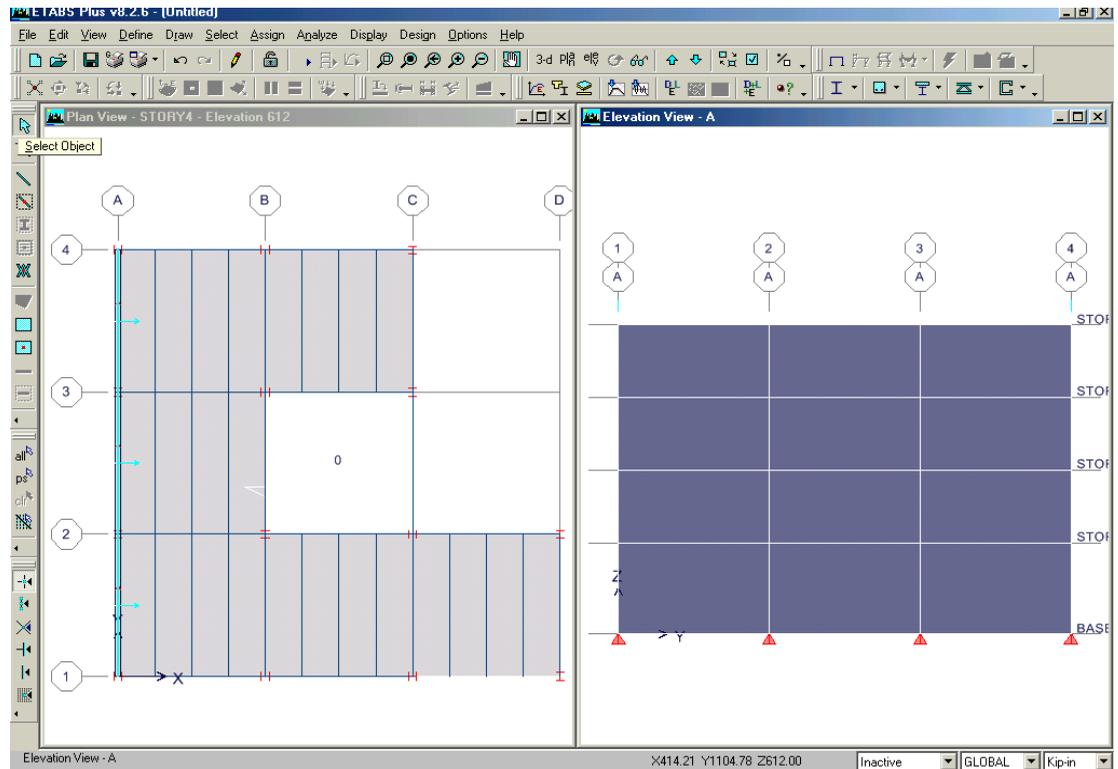

Figura 22 Modelo después de que se han agregado los objetos de área simulados en la Vista de Elevación a lo largo de la línea A.
D. Hacer un click en cada uno de los vanos mostrados en esta vista de elevación para agregar los elementos de área simulados (dummy). La Figura 22 muestra el modelo con la simulación del objeto tipo pared que no tiene masa ni rigidez que agregar a lo largo de la línea A.